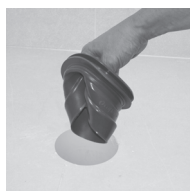

Fig.1
- B. Introduzca el Cuello Flexible en la tubería hasta que el ala inferior tope en el piso. Para introducirlo en la tubería recomendamos doblarlo como se indica en la Fig. 1